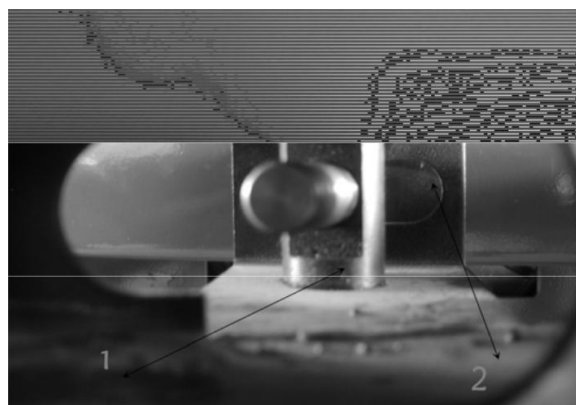

Fig 4-7
4.2.10 Indsæt stempelstangen gennem hullet til dækafpresserens glidebøsning (Fig. 4-7-1). Den flade side af glidebøsningen skal vende udad (Fig. 4-7). Skru den aftagne skrue ind i forenden på stempelstangen.